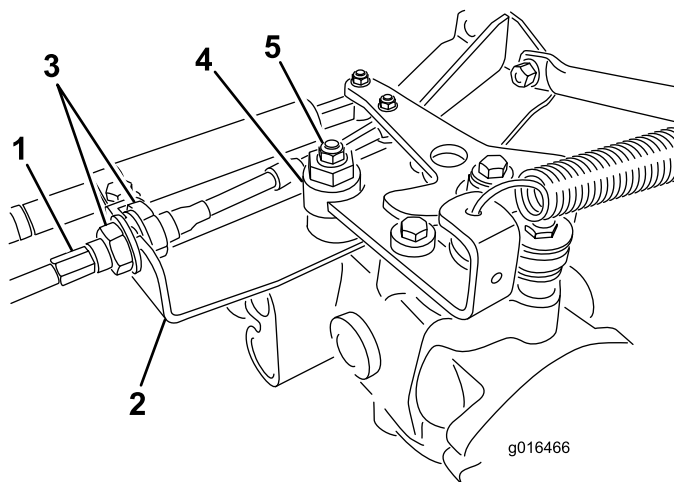

Рисунок 42
A. Ослабьте затяжные гайки, которые крепят трос управления тягой к кронштейну на гидростате (Рисунок 42). Обеспечьте одинаковое отвинчивание гаек на расстояние, достаточное для регулировки.
B. Ослабьте гайку крепления эксцентрика к верхней части гидростата (Рисунок 42).
- D. Поворачивайте эксцентрик до тех пор, пока не прекратится медленное вращение в любом направлении. Когда колесо перестанет вращаться, затяните гайку, которая фиксирует эксцентрик и регулировку (Рисунок 42). Проверьте регулировку в положениях дроссельной заслонки Slow ("Медленно") и Fast ("Быстро").
- E. **Равномерно** затяните контргайки с каждой стороны кронштейна, фиксирующие тяговый тросик в кронштейне (Рисунок 42). Не скручивайте тросик.